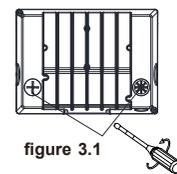

figure 3.1
Étape 1: ouvrir le bouchon de métal et le bouchon de plastique en tournant dans le sens inverse des aiguilles d'une montre avec un tournevis (figure 3.1), puis glisser le commutateur vers le haut et le bas pour régler le contrôleur de puissance, TCP ou cellule photoélectrique. (figure 3.2)